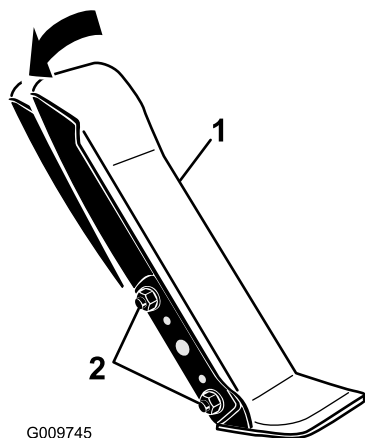

Figura 88
1. Allentare i 2 dadi e bulloni che fissano il lato sinistro del pedale di trazione alla staffa (Figura 88).
2. Inclinate il pedale nell'angolazione desiderata e stringete i dadi (Figura 88).